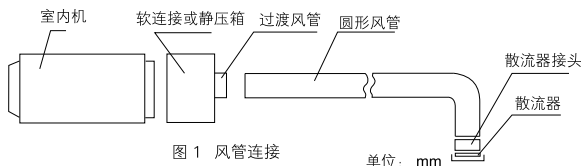

图1 风管连接
1. 在墙上凿上个洞，将连接管和接线穿过一个本地购买的PVC过墙管。墙洞应向外朝下稍微倾斜，倾斜度至少保证1/100。（见图1）
圆形风管需增加一个过渡风管和室内机送风口相连,并单独到各自散热器。如图1,各散热器出口风速应调整到基本一致,以满足房间空调器要求。
2.回风管的安装:用铆钉将回风管连接在室内机回风口上,另一端与回风百叶相连。如图1